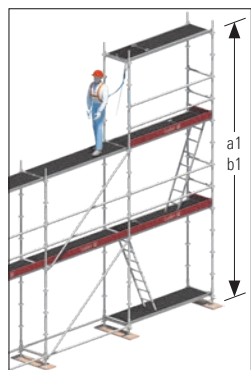

Bild 12: Anschlagen über Kopf
- a1) Anschlagen über Kopf: mindestens 5,25 m (Bild 12)
- b1) Anschlagen über Kopf: mindestens 4,75 m (Bild 12)